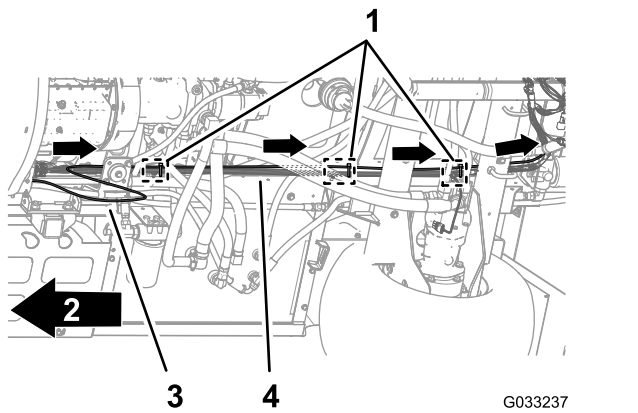

図 111
1. ダッシュボードの水圧計用の水圧検知チューブを、車体の後方ワイヤハーネスに沿って配設する 図 111。
2. 水圧検知チューブを後方ワイヤハーネスに固定するケーブルタイ3本を使い、後方ワイヤハーネスのシャーシ上のアンカーポイント押し込みファスナの近くに固定する 図 111。